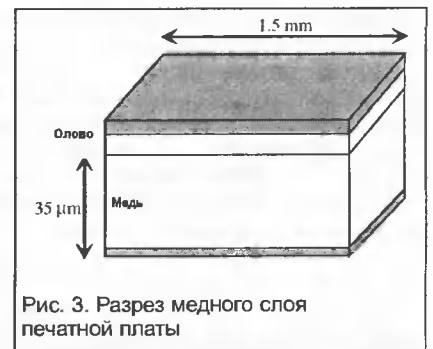

Рис. 3. Разрез медного слоя печатной платы
Как видно из выражения (2), сопротивление излучения петлевой антенны значительно меньше, чем у четвертьволнового вибратора, поэтому при расчете КПД уже нельзя пренебрегать сопротивлением потерь. На частоте 433,92 МГц величину сопротивления потерь в основном определяет скин-эффект (вытеснение высокочастотных сигналов к поверхностному слою проводника). Рассмотрим слой меди на печатной плате в разрезе, он показан на рис. 3.